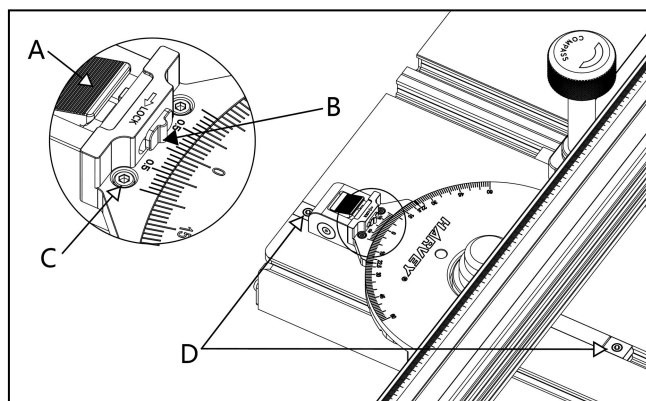

Abb. 20
(1) Verriegeln Sie die Führungsschiene, indem Sie die Sperrschraube (D) gegen den Uhrzeigersinn mit einem 4 mm Inbusschlüssel drehen, wie in Abbildung 20 gezeigt.
(2) Wie in Abbildung 20 gezeigt, setzen Sie den Schiebeknopf (B) in die Entriegelungsposition. Drücken Sie dann den Schwenkpositionierblock (A) und stellen Sie den Anschlag auf 90° ein. Überprüfen Sie, ob die Cursorlinie mit der 0°-Graduierung ausgerichtet ist. Wenn eine Abweichung auftritt, lösen Sie die beiden Verriegelungsschrauben (C) und justieren Sie den Cursor.
10.1 Winkelpositionierung (Abb. 20)
(1) Die Verwendung der Positivanschlge
Der Gehrungs-Winkelanschlag verfgt ber 9 hufig verwendete Positivanschlge: 0° , $\pm 22,5^\circ$, $\pm 30^\circ$, $\pm 45^\circ$ und $\pm 60^\circ$. Lockern Sie wie in Abbildung 20 gezeigt den Anschlagverriegelungsgriff und drehen Sie dann den Krper des Gehrungs-Winkelanschlages auf den gewnschten Winkel, whrend Sie den Schwenkpositionierblock (A) gedrckt halten. Wenn Sie sich dem gewnschten Winkel nhern, lassen Sie einfach den Schwenkpositionierblock (A) los und drehen Sie den Gehrungs-Winkelanschlag leicht, sie wird automatisch auf den Positivanschlag verriegelt. Ziehen Sie den Anschlagverriegelungsgriff nach leichtem Schwenken des Anschlages fest.
(2) Einstellen der freien Gehrungswinkel